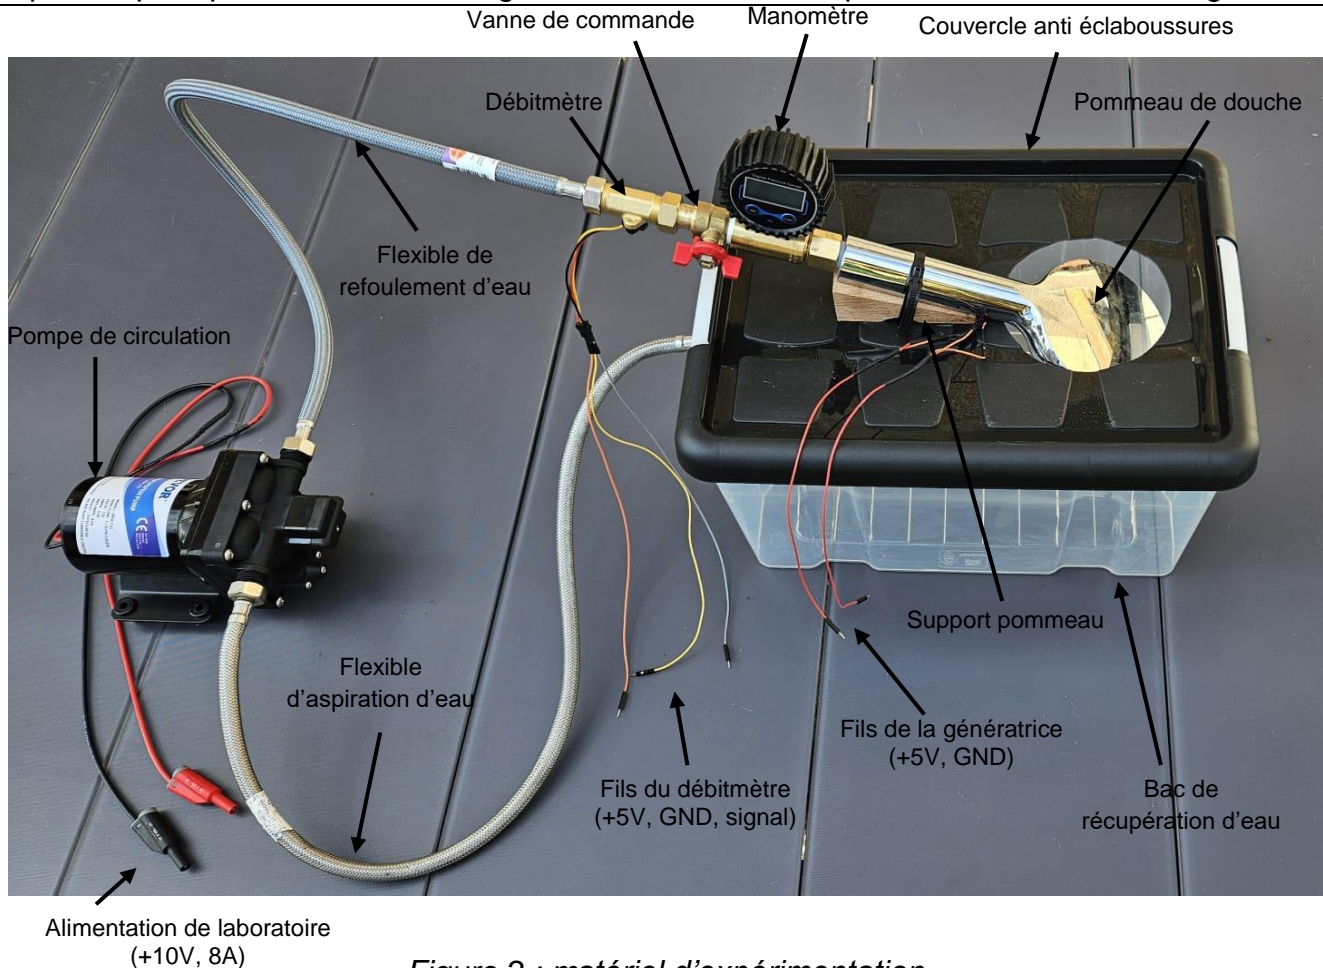

Figure 2 : matériel d'expérimentation
1. Placer le pommeau sur son support (jets orientés vers le bas) puis fixer le couvercle du bac (voir figure 2).